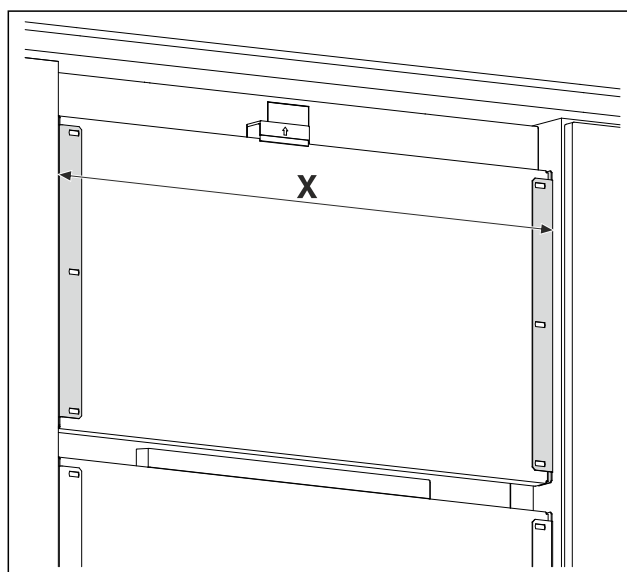

Fig. 19 Príkladné zobrazenie
- Odmerajte vzdialenosť *Fig. 19 (X)* medzi vonkajšími hranami prídržných uholníkov.